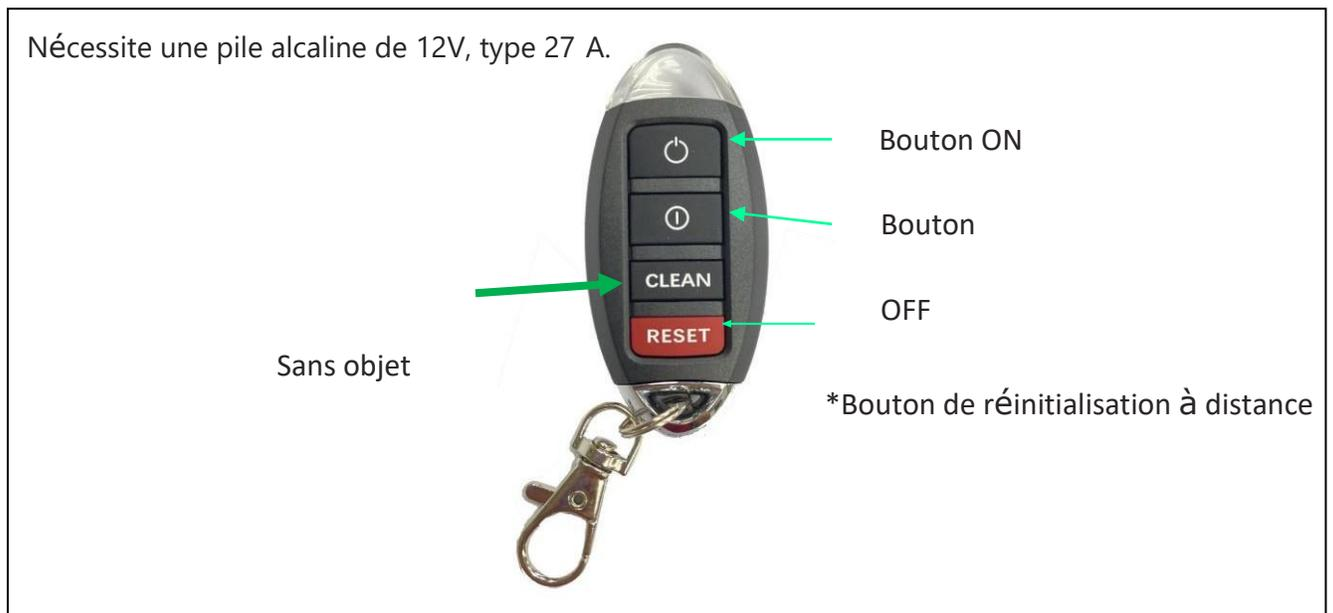

Figure 40 : Télécommande manuelle
2. Appuyez sur le bouton « set » du récepteur (Fig. 40) situé sous le boîtier de commande ON/OFF et maintenez-le enfoncé jusqu' à ce que vous entendiez un avertisseur.
3. Appuyez sur le bouton « Reset » de la télécommande (Fig. 40) en même temps que sur le bouton « set » du récepteur jusqu' à ce que vous entendiez un avertisseur. Relâchez les deux boutons pour terminer la configuration.